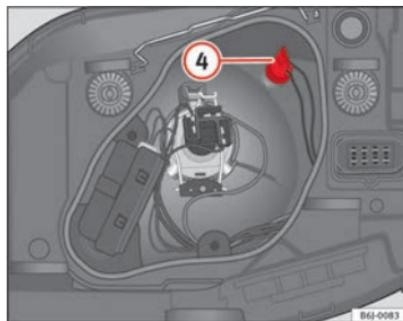

Fig. 149 Feux de position
- Retirez la douille d'ampoule ④ ⇒ fig. 149 vers l'extérieur.